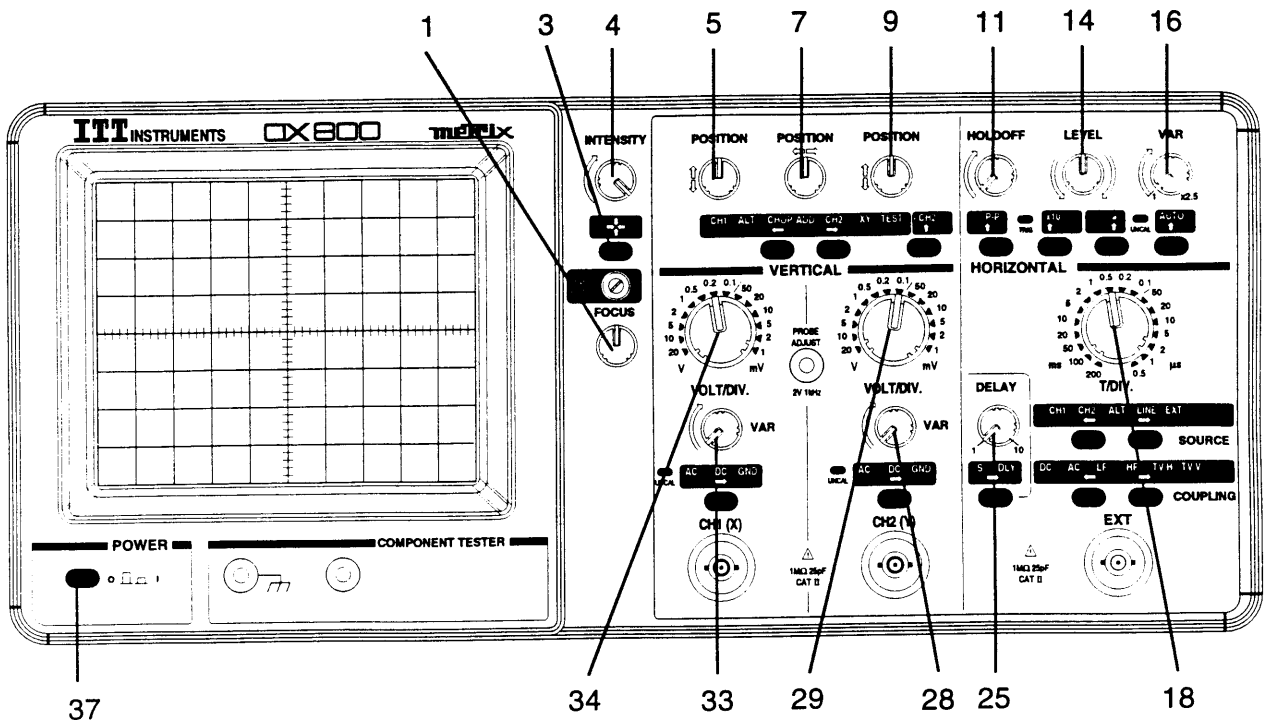

figure 1
- Positionner les commandes rotatives comme indiqué dans le tableau ci-dessous et sur la figure 1.
Remarque : Si aucune trace n'apparaît après 10 secondes de chauffe, appuyer sur la touche BEAM FIND (3) (figure 1) et centrer les traces à l'aide des commandes rotatives de position (5, 7, 9).
- Régler l'intensité lumineuse (4) et la finesse des traces (1) (figure 1).